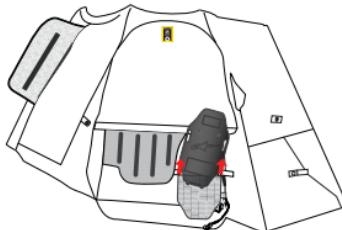

Figura 13
3. Saque la carcasa del inflador (4) de su bolsillo abriendo los dos parches de velcro de sujeción (figura 13).
**¡ADVERTENCIA!** Para desmontar la carcasa del inflador (4) no es necesario abrirla. No abra la carcasa del inflador (4). Sólo los distribuidores autorizados de Alpinestars pueden abrir la carcasa del inflador (4) con fines de mantenimiento.